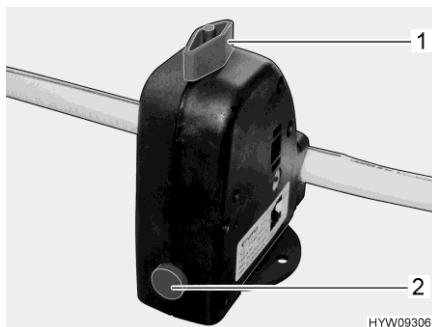

Fig. 198 Valve de sécurité et de vidange (Truma)
- Fermer la valve de sécurité et de vidange (Truma). Tourner pour cela le bouton rotatif (Fig. 198,1) dans le sens transversal par rapport à la valve de sécurité et de vidange et enfoncer le bouton-poussoir (Fig. 198,2).